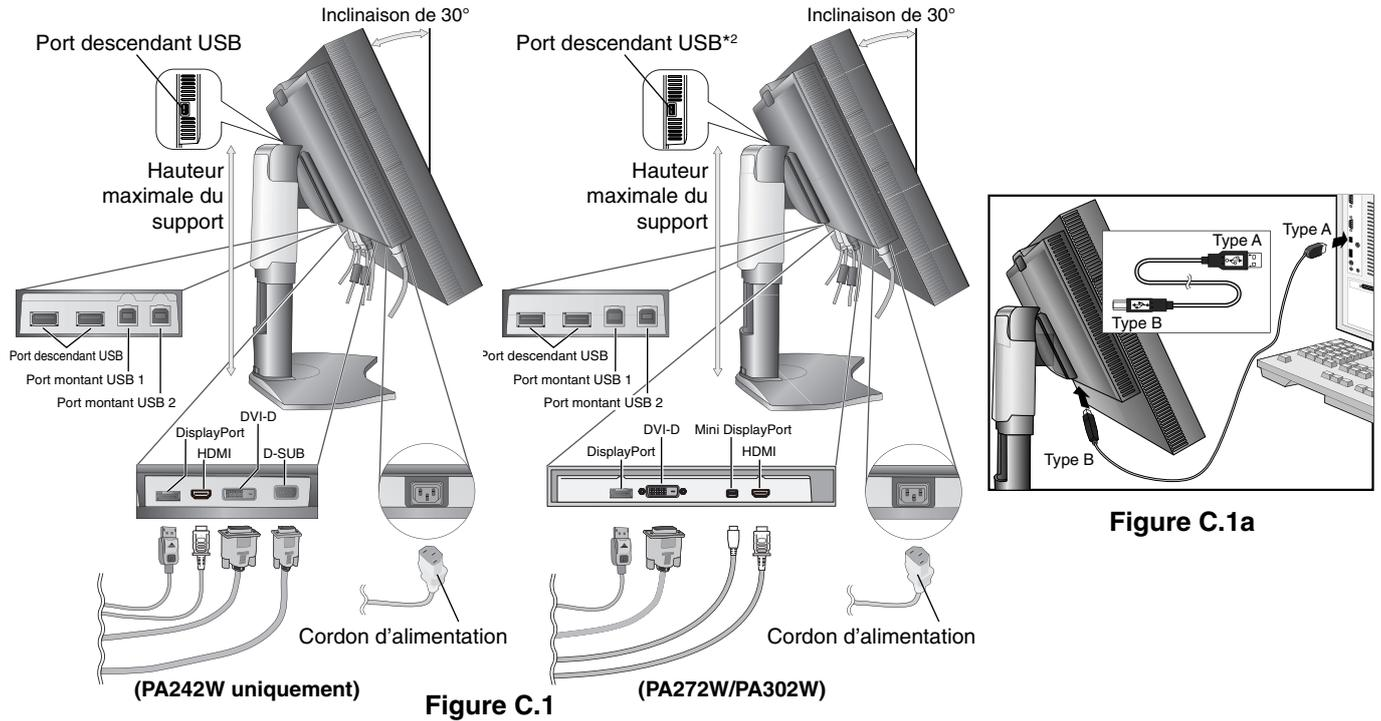

Figure C.1a
4. Branchez tous les câbles aux prises appropriées (**Figure C.1**). À l'aide du câble USB, branchez la prise de type B au port montant USB situé sur le côté arrière droit du moniteur et la prise de type A au port descendant de l'ordinateur (**Figure C.1a**). Si vous utilisez le cordon de l'appareil USB, branchez-le dans un des ports descendants du moniteur.